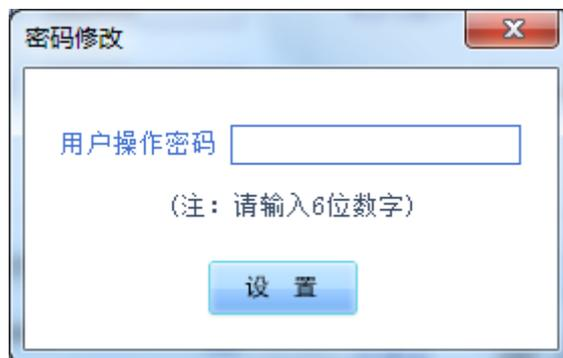

图 2-1-27 用户操作密码修改窗口
4) 若用户需要修改用户操作密码，可点击工具栏【设置】->【密码修改】，弹出相应设置窗口（如图 2-1-27 所示）；